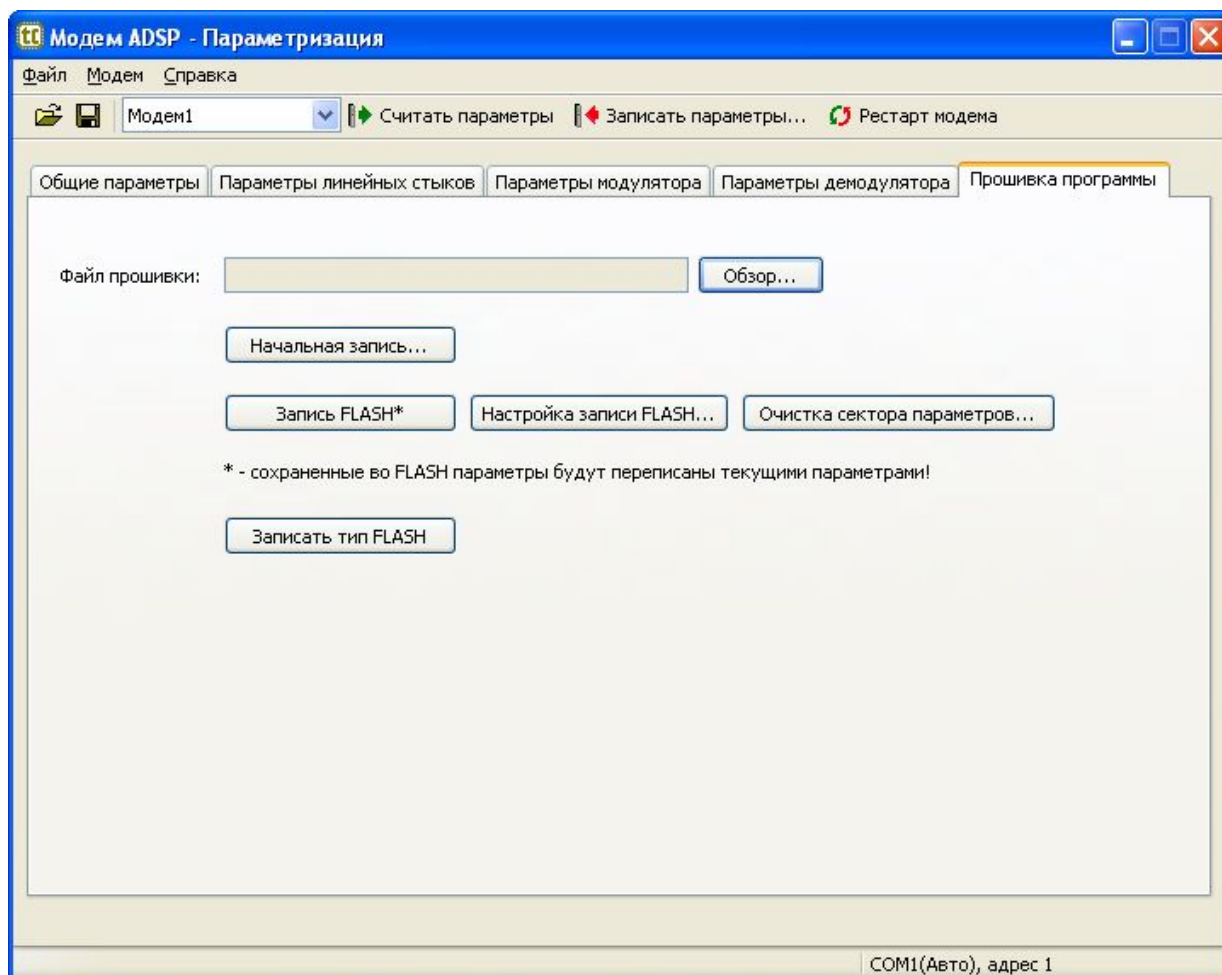

Рисунок 19 – Закладка «Прошивка программы»
- запустить на ПЭВМ программу «Модем ADSP – Параметризация» и выбрать закладку «Прошивка программы» (рисунок 19);
- запустить на ПЭВМ программу «Модем ADSP – Параметризация» и выбрать закладку «Запись FLASH\*» (рисунок 19);